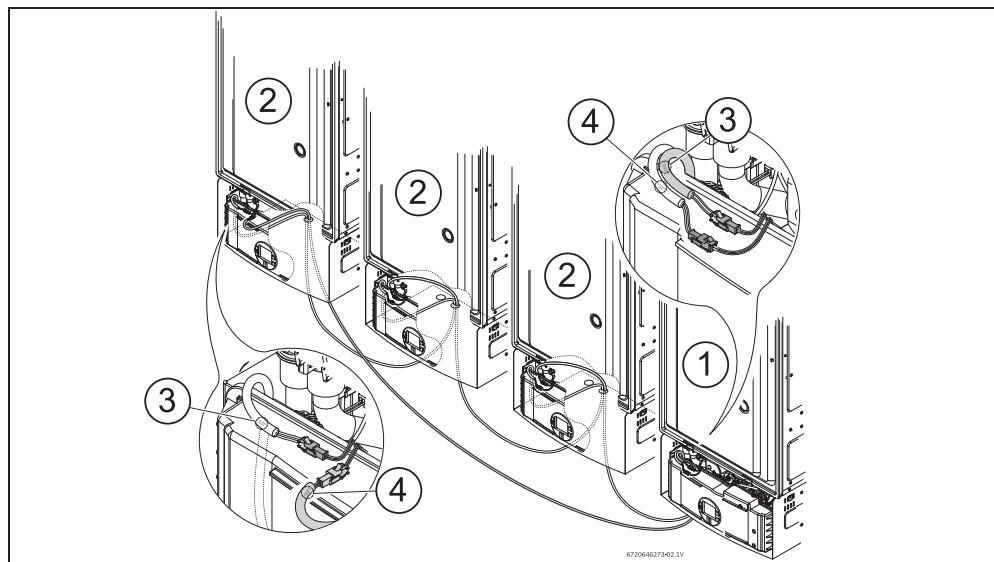

Fig. 2 Exemple d'une installation
- ▶ Brancher le connecteur 'cascading input' au connecteur de l'appareil secondaire (Fig. 2).